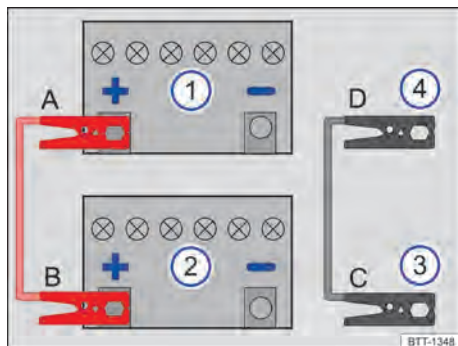

Fig. 191 Esquema para a conexão dos cabos auxiliares de partida.
Legenda para Fig. 191:
Conectar o cabo auxiliar de partida somente na sequência **A – B – C – D** → Fig. 191.
- Conectar uma extremidade do cabo auxiliar de partida *vermelho* ao polo positivo (+) do veículo com a bateria do veículo 12 V descarregada → Fig. 191 ① → .
- Conectar a outra extremidade do cabo auxiliar de partida *vermelho* ao polo positivo (+) da bateria do veículo 12 V fornecedora de corrente → Fig. 191 ②.
- Conectar uma extremidade do cabo auxiliar de partida *preto* → Fig. 191 ③, de preferência, num ponto de auxílio à partida (ponto de aterramento), ou então, numa peça metálica maciça firmemente aparafusada com o bloco do motor ou no próprio bloco do motor.
- Conectar a outra extremidade do cabo auxiliar de partida *preto* → Fig. 191 ④ do veículo híbrido com a bateria 12 V descarregada, de preferência, a um ponto de auxílio à partida (ponto de aterramento), ou então, a uma peça maciça de metal parafusada firmemente com o bloco do motor ou ao próprio bloco do motor → .
- Desconectar o cabo auxiliar de partida com o motor em funcionamento somente na sequência **D – C – B – A** → Fig. 191.